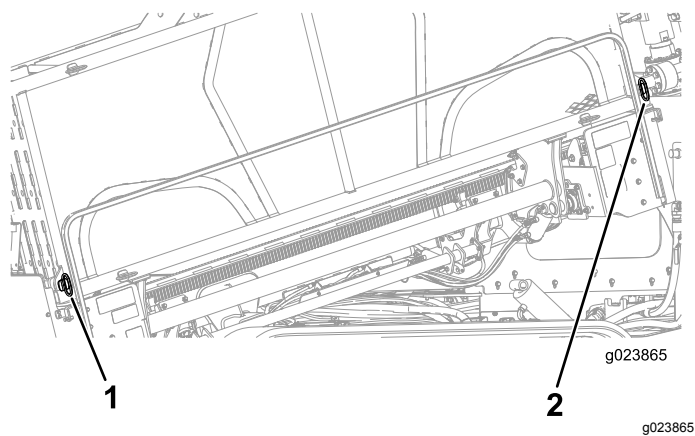

**Bild 68**
2. Nehmen Sie die unteren und oberen Stifte aus dem Rohrhalter (**Bild 68**).